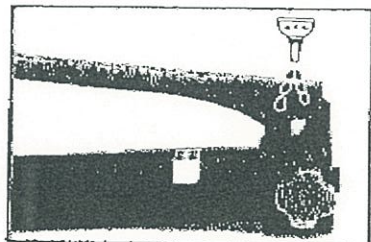

図10
- 5.3 始業前に、ポンプハンドルの軸へ注油して下さい。油が切れてカジレが出ますと、ポンプの寿命が短くなります。(図10)